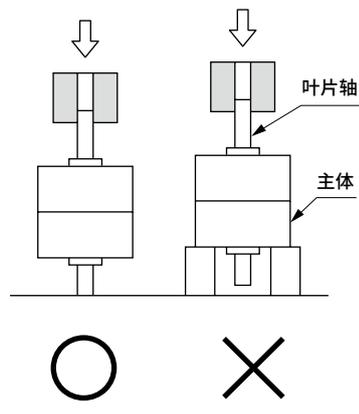

图3
■ 在SELEX摆动气缸的叶片轴上安装负荷或夹具等时，请按照图3所示的不由主体承受负荷的方法进行安装。